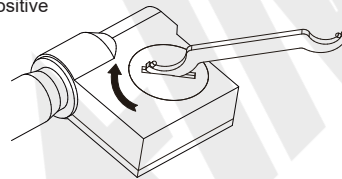

Abb.3
---Legen Sie die Batteriedeckel zurück und drehen Sie sich im Uhrzeigersinn, um sie zu beheben (Abb. 3)